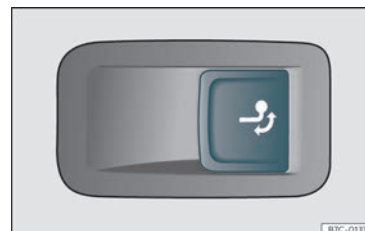

Fig. 195 No lado direito da bagageira: botão para desbloquear o gancho de reboque.
- Puxe o botão»» **Fig. 195** de forma breve. O gancho de reboque desbloqueia-se eletricamente e roda-se automaticamente para fora. A luz de controlo do botão pisca.
- Puxe o botão»» **Fig. 195** de forma breve. O gancho de reboque desbloqueia-se eletricamente.
- Se o aviso de controlo do botão»» **Fig. 195** → *pisca*, significa que o gancho de reboque ainda não encaixou corretamente ou está danificado »» .
- Se a luz de controlo»» **Fig. 195** → *permanecer acesa* com a porta da bagageira aberta, o gancho de reboque está corretamente encaixado, tanto quando está retirado como quando está oculto.
- Não pressione nunca o botão»» **Fig. 195** quando tiver um reboque engatado ou estiver montado um porta-bagagens ou outros acessórios sobre o gancho de reboque.